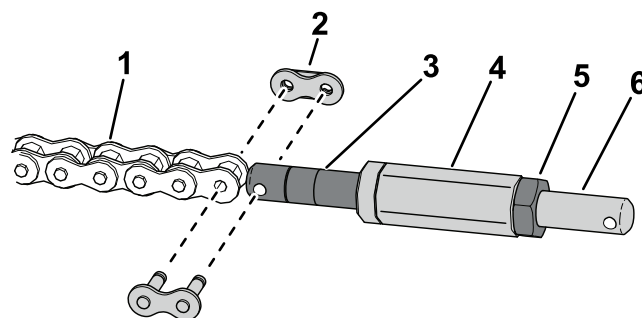

**Figura 12**
4. Utilizai un tift cu cap plat i un urub cu cap hexagonal pentru a fixa opritorul roii pe ansamblul platformei de încărcare (Figura 12).